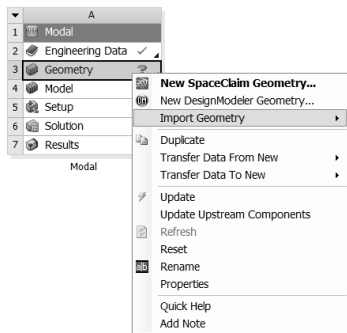

图 6-5 导入几何体
Step1 :在 A3 Geometry 上右击,在弹出的快捷菜单中选择 Import Geometry Browse 命令,如图 6-5 所示,此时会弹出“打开”对话框。